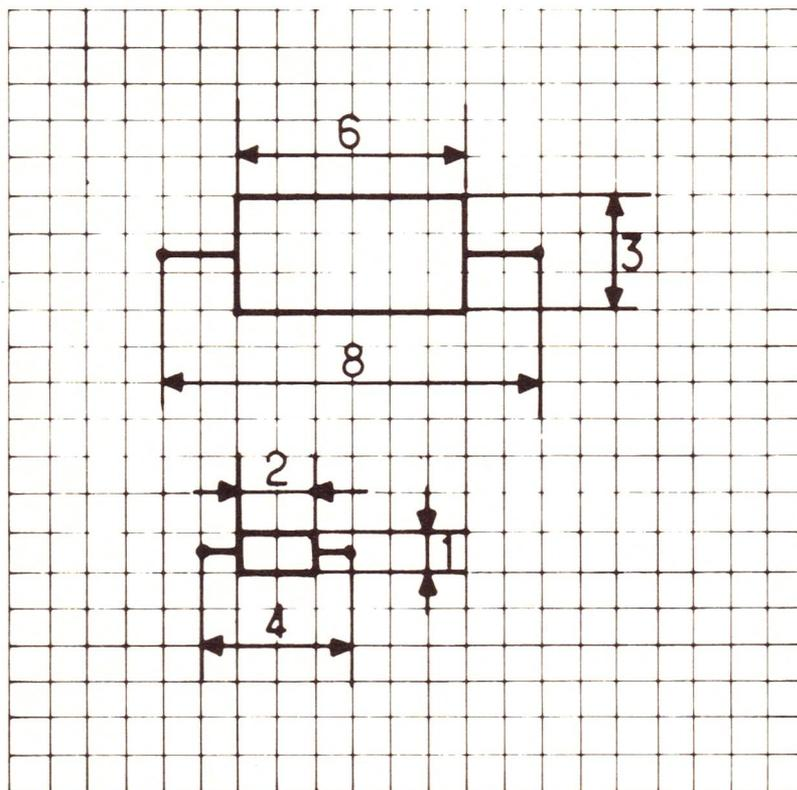

Figure 4
**Exemples :** (voir figure 4) pour un condensateur électrochimique, tel que ceux utilisés dans ce montage, les points de connexions auront un entr'axe de 8 carreaux (1,5 x 3 cm). Pour une résistance de 0,5 watt : entr'axe = 4 carreaux (2 cm) ; dimensions du corps = 1 x 2 carreaux (0,5 x 1 cm). A ce stade, il y a deux erreurs à éviter : — vouloir à tout prix miniaturiser (sauf si c'est indispensable, bien sûr !) — renoncer aux « ponts » ou strappes qui permettent le croisement des connexions dans un circuit compliqué.